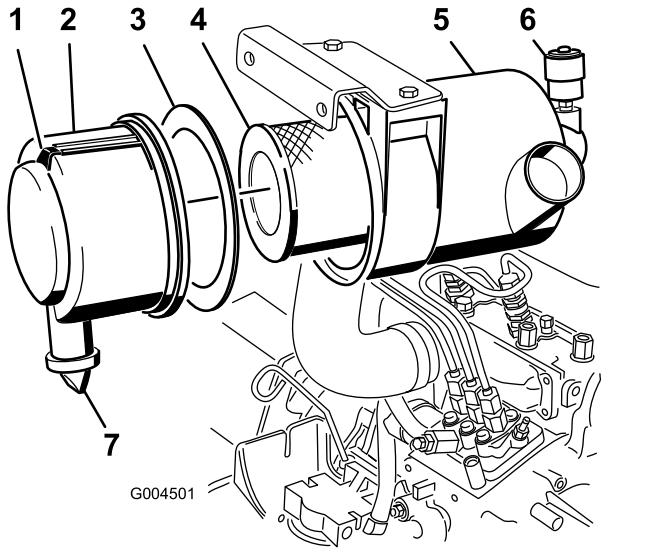

Figure 40
- Faites l'entretien du filtre à air quand l'indicateur de colmatage est rouge (Figure 40).